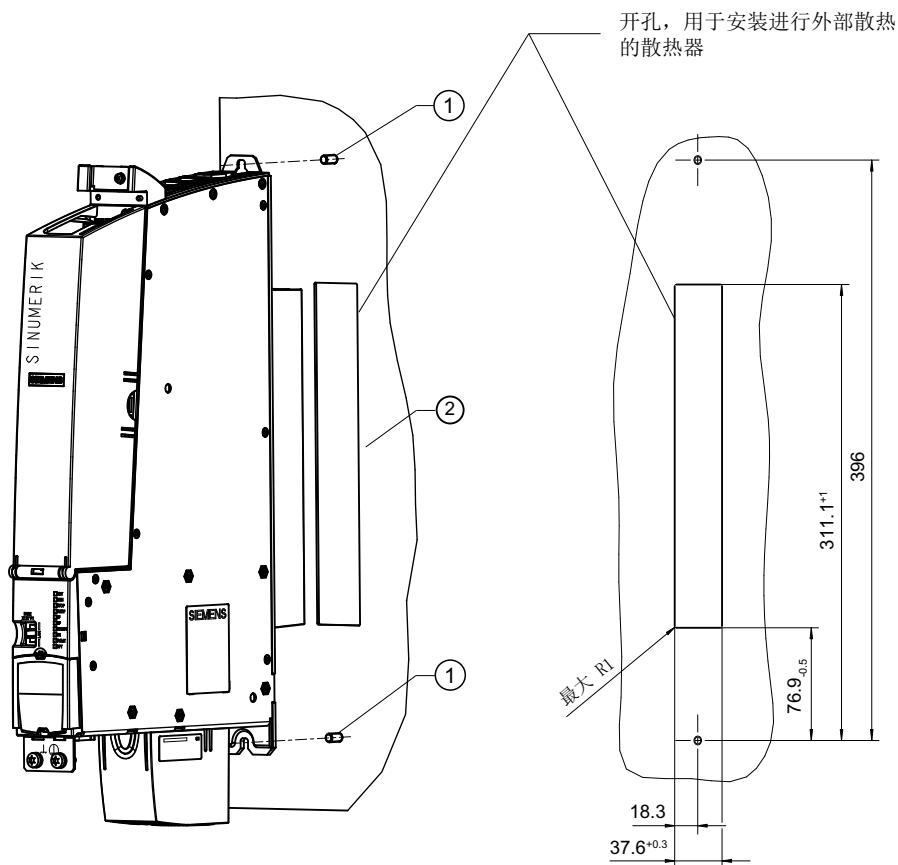

图 6-1 安装孔 (尺寸, 单位为 mm)
4. 用两个 M6 (6 Nm) 螺钉将 NCU 的顶部和底部直接固定在控制柜后壁上；钻孔间距参见 图 6-1 安装孔 (尺寸，单位为 mm) (页 41)。